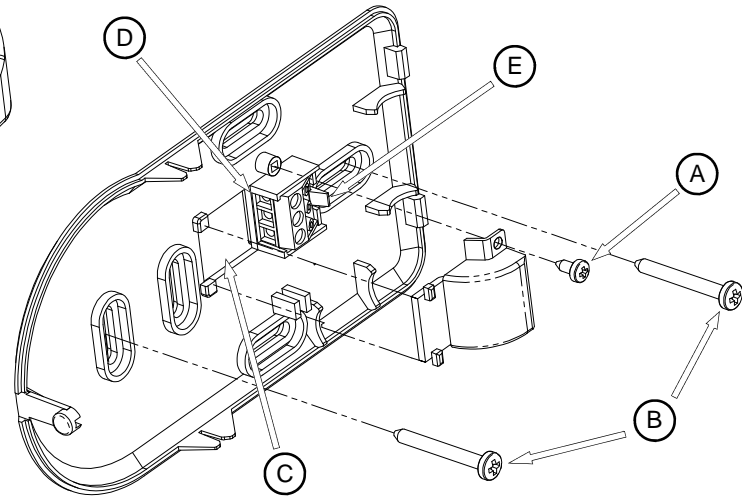

FIG. 3
- Destornillar el tornillo, indicado en A de Fig. 3, relativo al cubre bornes y quitarlo.
- Pasar los cables a través de la ventana de la base, indicada en C Fig. 3 y utilizando los dos tornillos en dotación, B de Fig. 3 fijar la base del termostato a la caja